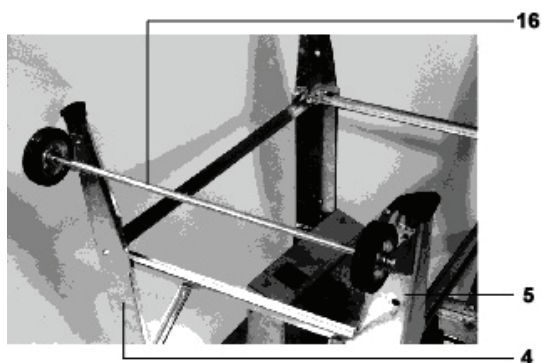

Fig. 9
- Prenez quatre vis à six pans M6x16, quatre rondelles M6 et quatre écrous M6 et montez la pièce 16 (essieu) + la pièce 17 (poulie 2x) sur la pièce 4 et la pièce 5 (voir fig. 9). Ne serrez pas les vis trop fort.